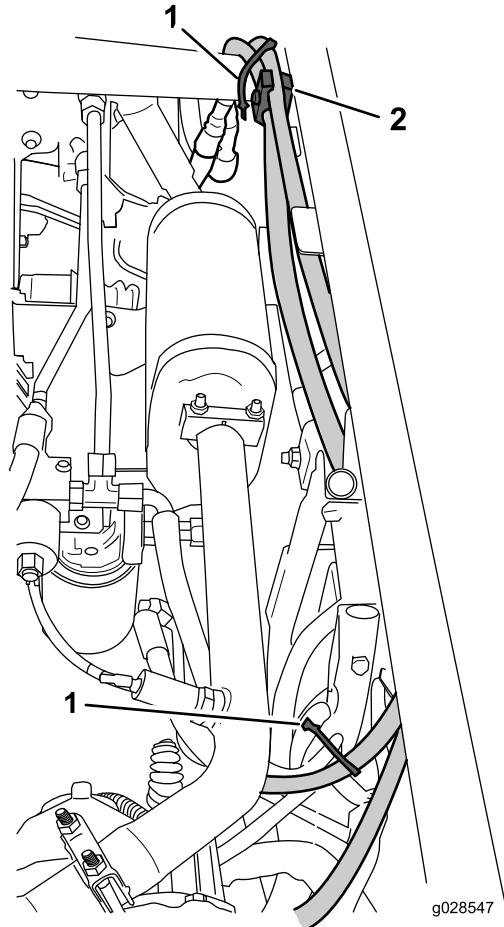

Bild 7
3. Verlegen Sie die Schläuche und befestigen sie mit Kabelbinden, einer Schlauchklemme und einem Spannbolzen, wie in Bild 7 abgebildet.